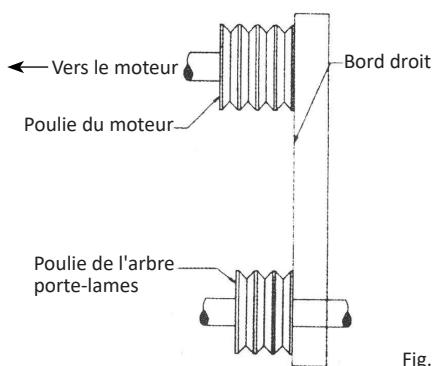

Fig.1
2. Augmentez la tension jusqu'à ce que les courroies soient bien ajustées dans les rainures. Faites fonctionner l'entraînement pendant environ cinq (5) minutes pour "asseoir" les courroies. Si les courroies glissent, serrez-les jusqu'à ce qu'elles ne glissent plus à pleine charge. La plupart des courroies neuves devront être retendues après avoir été mises en place.
6. Pour vérifier l'alignement, utilisez une règle en acier. Voir la figure 1.
7. Alignez la règle le long de la face extérieure des deux poulies indiquées sur le dessin. Toutes les poulies ont (2) vis de réglage au fond de leur gorge. Les vis de réglage nécessitent du frein-filet.